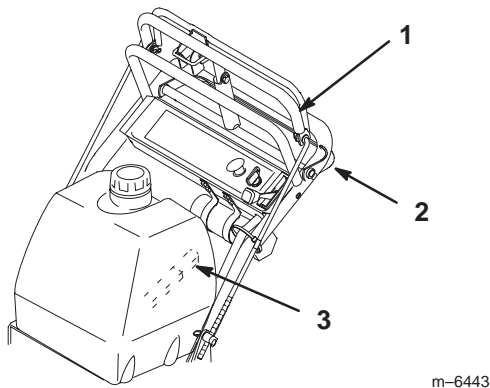

Figure 17
1. Pour vous déplacer en marche avant, sélectionnez un rapport en marche avant (Fig. 17).
3. Appuyez lentement sur la barre de commande supérieure pour avancer (Fig. 17).
Pour vous déplacer en ligne droite, appliquez une pression égale aux deux extrémités de la barre de commande supérieure (Fig. 17).
Pour tourner, relâchez la pression sur le côté de la barre de commande supérieure dans la direction que vous voulez prendre (Fig. 17)
3. Rapprochez lentement la barre de commande inférieure du guidon pour vous déplacer en marche arrière (Fig. 17).
7. Engagez la barre de commande inférieure et soulevez le guidon simultanément pour monter sur la bordure (Figures 17 et 18).
4. Engagez la barre de commande inférieure et soulevez le guidon simultanément (Fig. 17 et 18).